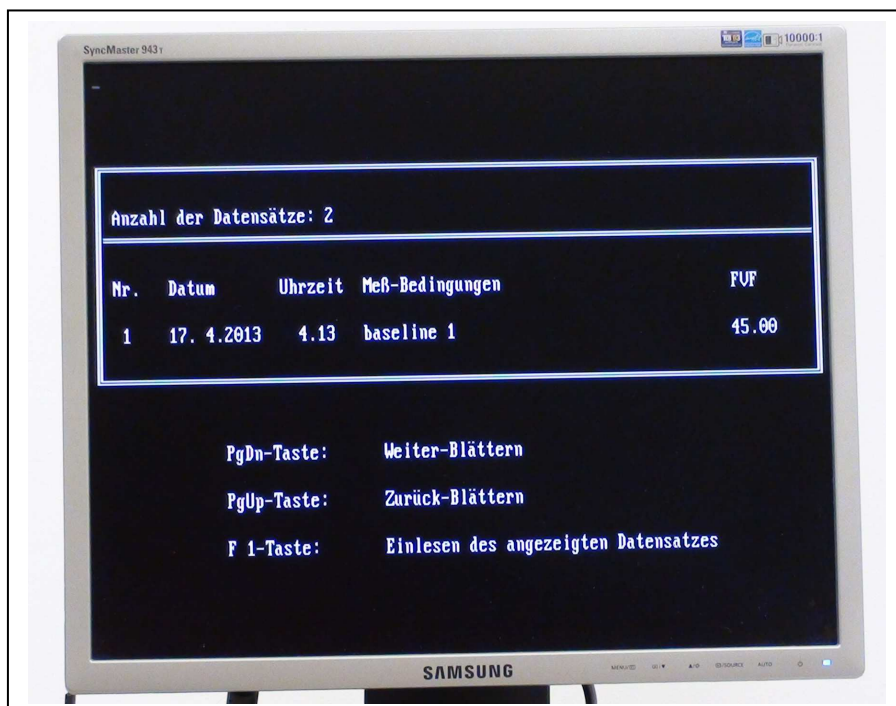

Abbildung 10. Anzeige der gespeicherten Datensätze
3. Durchblättern der Datensätze der einzulesenden Datei und Auswahl des einzulesenden Datensatzes (siehe Abbildung 10)